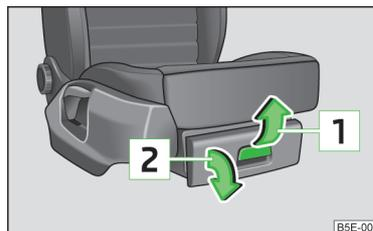

Fig. 70
- Tirez la manette dans le sens de la flèche » fig. 70.